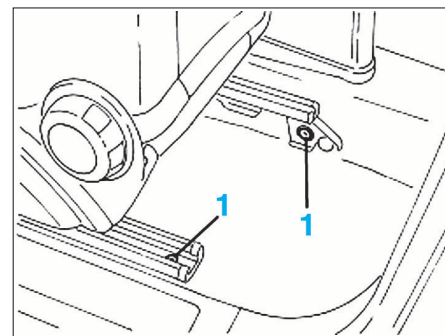

FIG. 9
- Déposer ses fixations arrière (1) (Fig.9).